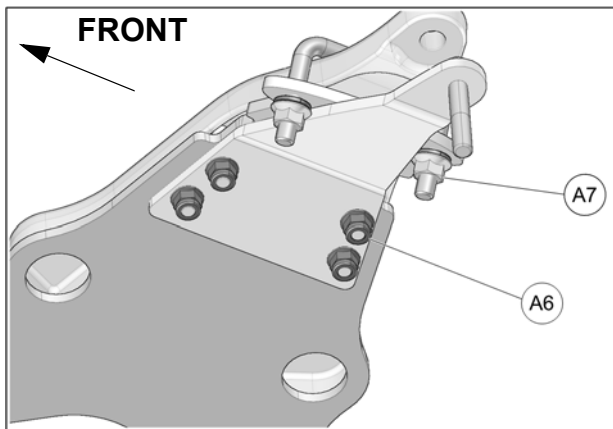

Fig. 19
8. Tighten the M8 nuts (A6) to 25 N•m [18lb•ft] of torque and U-bolt nuts (A7) to 50 N•m [37 lb•ft]. Refer to Fig. 19
8. Serrer les écrous (A6) à un couple de 25 N•m [18 lb•pi] et les écrous (A7) des boulons en U doivent être serrés à un couple de 50 N•m [37 lb•pi]. Voir la Fig. 19